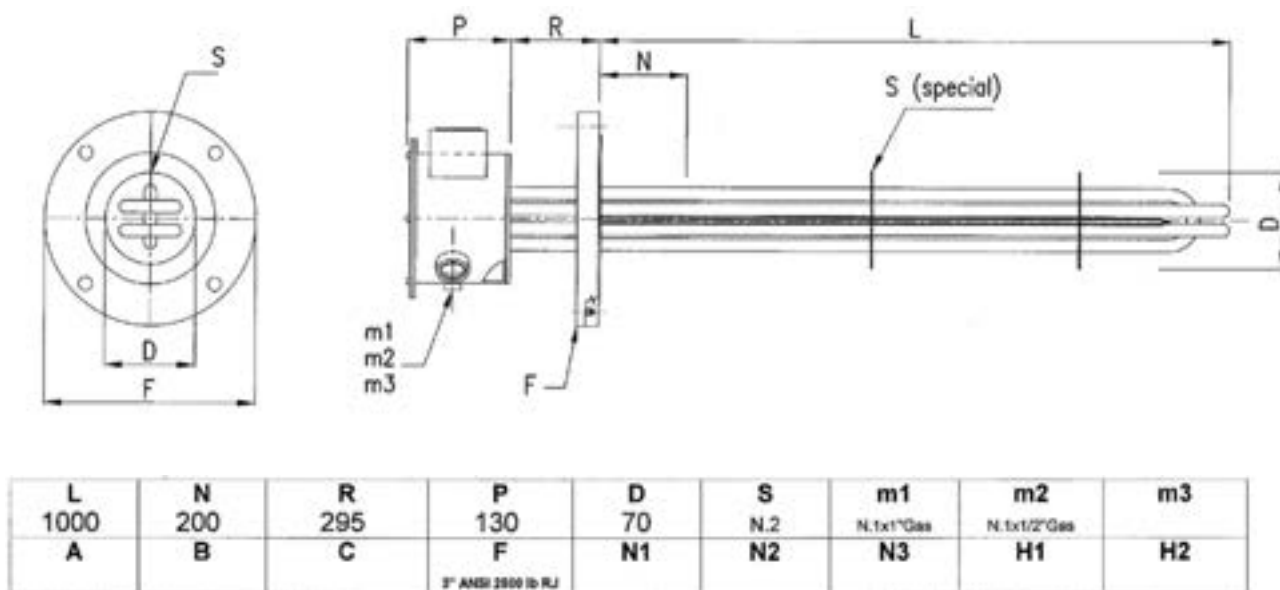

Fig. 4 - Riscaldatore MasterWatt da 15 kW elettrosaldato su flangia da 3" ASME classe 2500 RJT
- o sviluppo 2834 mm ripiegati a U con lunghezza sotto battuta pari a 1000 mm – tratto neutro 200 mm. Uno schema illustrativo è riportato in Fig. 4.